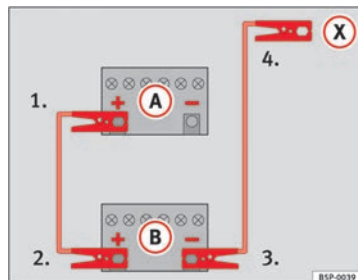

Abb. 204 Anschluss-schema für Fahrzeuge ohne Start-Stopp-System.
- Klemmen Sie ein Ende des *roten* Starthilfekabels an den Pluspol $\oplus$ des Fahrzeugs mit der entladenen Fahrzeugbatterie $\textcircled{A}$ an $\Rightarrow$ Abb. 204.
- Klemmen Sie ein Ende des *schwarzen* Starthilfekabels an den Minuspol $\ominus$ des stromgebenden Fahrzeugs $\textcircled{B}$ $\Rightarrow$ Abb. 204.